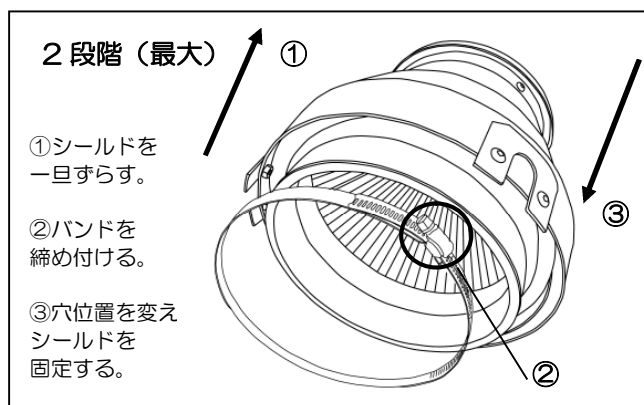

図 2
- 6カ所全て外した状態でシールドの位置を、もう一つの穴位置に来るように高さを合わせます。（図2）